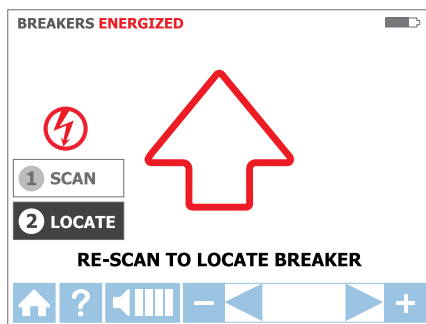
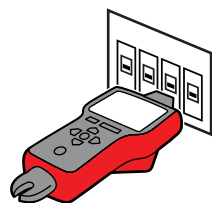

Figura 3.4c
Figura 3.4d
- b. Eseguire la scansione di ciascun salvavita/fusibile per mezzo secondo toccandolo con la punta del sensore. Assicurarsi che la scanalatura del **SENSORE PUNTA** sia parallela longitudinalmente al salvavita/fusibile (vedi Figura 3.4d)
- a. Selezionare la modalità Trova utilizzando le frecce direzionali per evidenziare questa modalità di funzionamento, quindi premere il tasto giallo "ENTER". (Vedi Figura 3.4c)
- b. Eseguire di nuovo la scansione di ciascun salvavita/fusibile toccando ognuno di essi con la punta del sensore per mezzo secondo. La freccia rossa indica che è in corso la scansione (vedi Figura 3.4c). Assicurarsi che la scanalatura del sensore punta sia parallela longitudinalmente al salvavita. (Vedi Figura 3.4d)